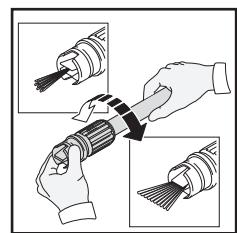

Fig. 8
- Quand vous utilisez la lance, la forme du jet et sa puissance peuvent être contrôlées -selon la puissance d'eau nécessaire aux tâches de nettoyage- en tournant la buse au bout de la lance (Figure 8). Vous pouvez utiliser la lance pour nettoyer des surfaces planes ou courbes des feuilles ou de débris. Cette lance est remarquable par sa versatilité et son pouvoir nettoyant, car la forme du jet permet d'ajouter à la fois la pression de l'eau et la surface de nettoyage.